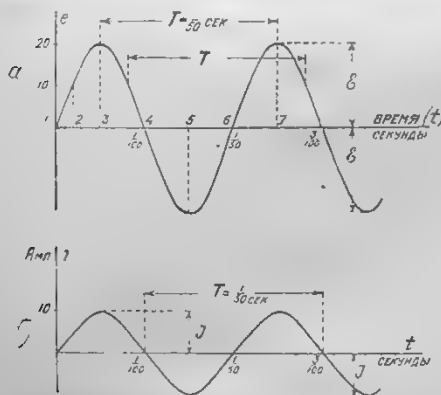

Рис. 1.
В отличие от источника, поставляющего постоянный ток, электродвижущая сила переменного тока меняет все время свою величину и знак. Изменение э. д. с. проще всего изобразить графически, как показано на рис. 1-а. Из этого рисунка мы видим, что изменении, происходящие в э. д. с., не произвольные, а строго закономерные и периодически повторяющиеся. Так, например, момент 1 э. д. с. равна нулю; дальше э. д. с. нарастает и, например, в мом. 2 э. д. с. = +10 в. Так она доходит до наибольшей величины  $E = +20$  в (мом. 3), далее начинает уменьшаться и доходит до 0 (мом. 4), затем меняет свой знак, т. е. там, где был плюс, ста-
1) наибольшая величина э. д. с. всегда одинакова и не зависит от ее знака. Так, в примере, показанном на рис. 1, она по величине всегда равна 20 вольтам. (+20 в или -20 в). Наибольшее значение э. д. с. называется ее амплитудой.